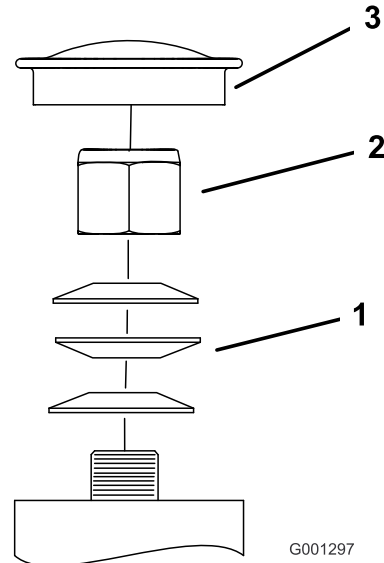
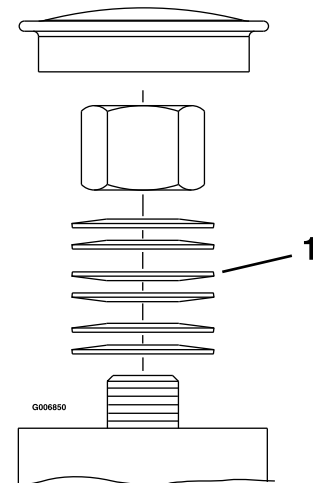

Figura 46
Figura 47
3. Retire el tapón guardapolvo de la rueda giratoria y apriete la contratuercas (Figura 46 y Figura 47).
4. Apriete la contratuercas hasta que las arandelas de muelle estén planas, luego afloje 1/4 de vuelta para establecer la pre-carga correcta de los cojinetes (Figura 46 y Figura 47).
Importante: Asegúrese de que las arandelas de muelle están correctamente instaladas, según se muestra en Figura 46 y Figura 47.